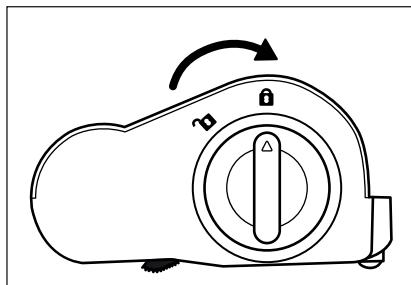

Fig. 29
- 5) Sæt børsterullen 20 ind i gulvbørsten 21 og drej oplåsningen til børsteholderen 19 i retning af symbolet  (luk) (se fig. 29).